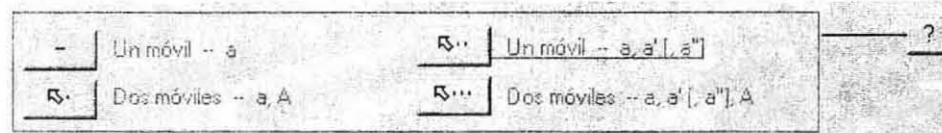

Fig. 54
– Oprime el botón **Un móvil -- a, a' [, a'']**. Se subraya esta leyenda y se deshabilita el panel configurador de tabla (Fig. 54). Para volver a habilitar este panel es necesario oprimir el botón "Empezar un nuevo problema".